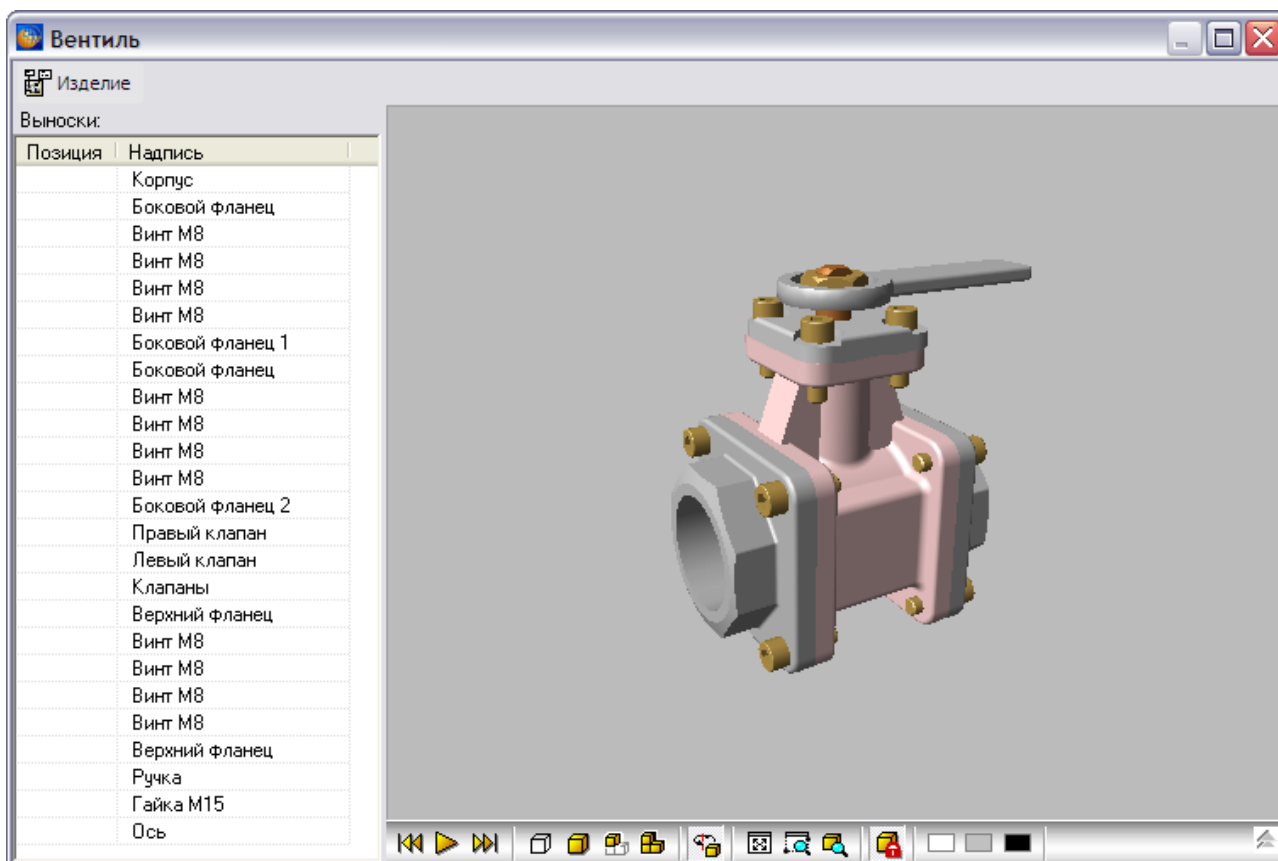

Рис. 6.77
6. В окне **Импорт 3D модели ИРА** выберите файл *.idasf и откройте его. При этом 3D модель появится в окне (Рис. 6.77).